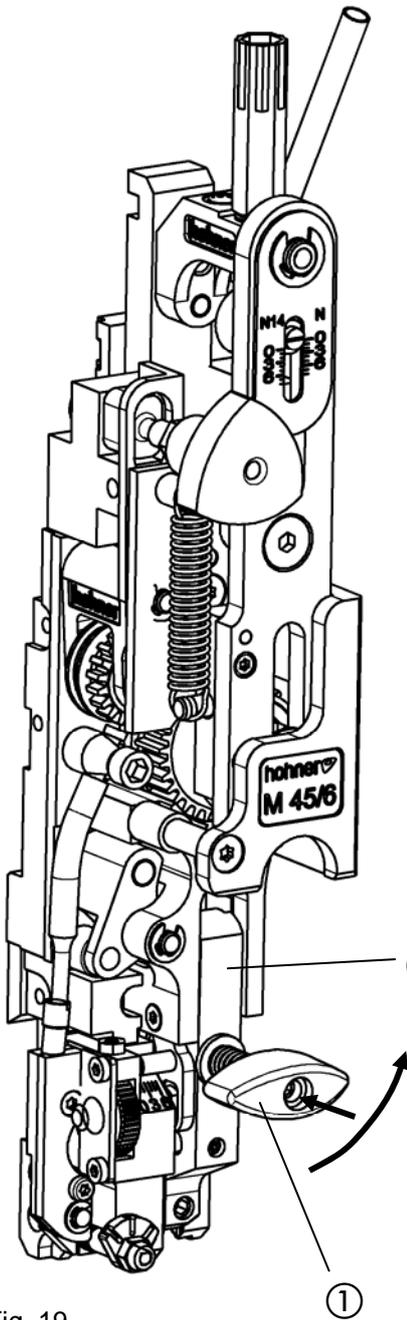
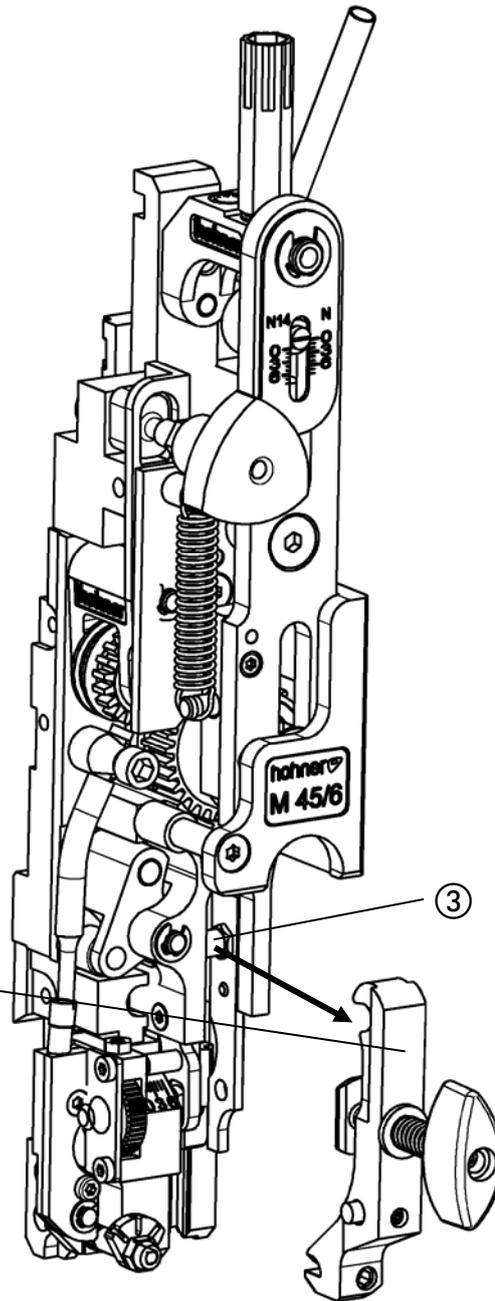

Fig. 19
Fig. 20
- Fig. 19, Fig. 20 -
- Presionar ligeramente la empuñadura de fijación ① y girar 90°. Extraer el moldeador ② hacia adelante.